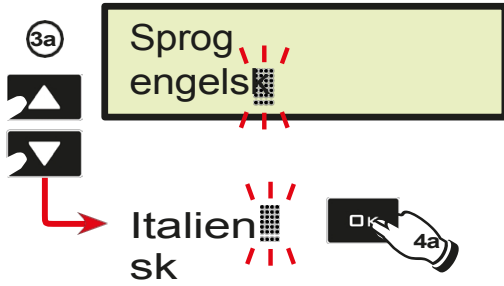

Fig. 13
- 2 Tryk på OK at forfå adgang til menuen: Under opsætningen blinker en markør på displayet (fig. 13).
Når det drejer sig om et simpelt valg af data, viser displayet den aktive værdi (fig. 13):